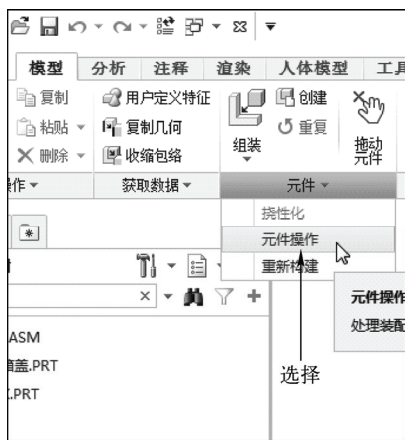

图 11-93 选择“元件操作”选项
STEP 02 在功能区选项板的“模型”选项卡中，单击“元件”面板中“元件”右侧的下拉按钮，在弹出的列表框中选择“元件操作”选项，如图 11-93 所示。